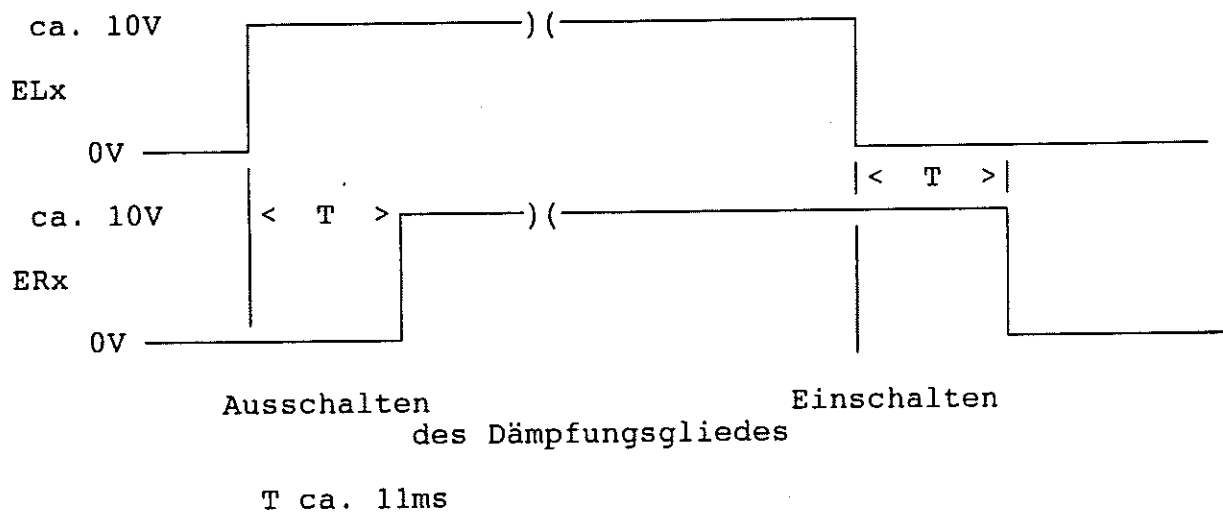

Bild 1 Ansteuerpuls der Dämpfungsglieder
Die Dämpfung der Eichleitung wird über eine serielle Schnittstelle eingestellt. Diese enthält das Gate-Array "EICHGA" (D1). Es erzeugt an den Leistungsausgängen ELx und ERx für jedes Dämpfungsglied Stimpulse von einigen ms Dauer. Dadurch werden die Magnetspulen angesteuert, die je nach Polarität die Kontaktwippen in die eine oder andere Richtung betätigen (siehe Bild 1).
Ausgangspegel läßt sich nicht einstellen	Ansteuerung der einzelnen Dämpfungsglieder nach 7.4.2 prüfen. Ansteuerpulse nach Bild 1 prüfen.
- Pegel nach Tabelle einstellen und Ansteuerpulse nach Bild 1 kontrollieren: